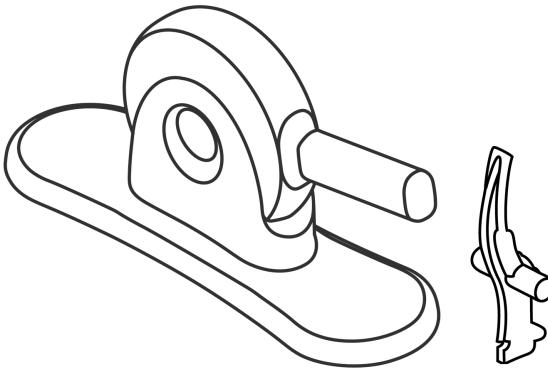

Abbildung 5: Edwards Crimper und zweiteiliger Crimp-Stopper
- **Edwards Crimper und Crimp-Stopper (Abbildung 5)**